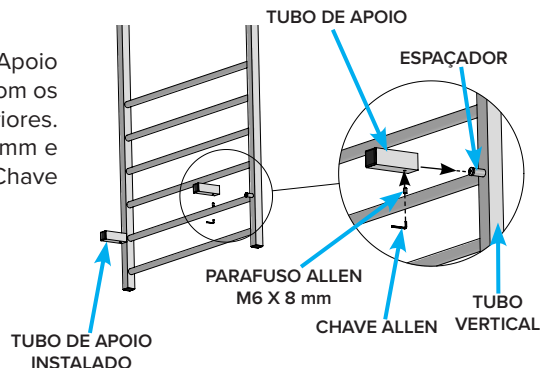

Figura 25 –
8. INSTALAR os 2 (dois) Tubos de Apoio inferiores no Toalheiro alinhando-os com os 2 (dois) Espaçadores de Náilon inferiores. INSTALAR os Parafusos Allen M6 x 8 mm e APERTAR, adequadamente, com a Chave Allen 2 mm (Figura 25);